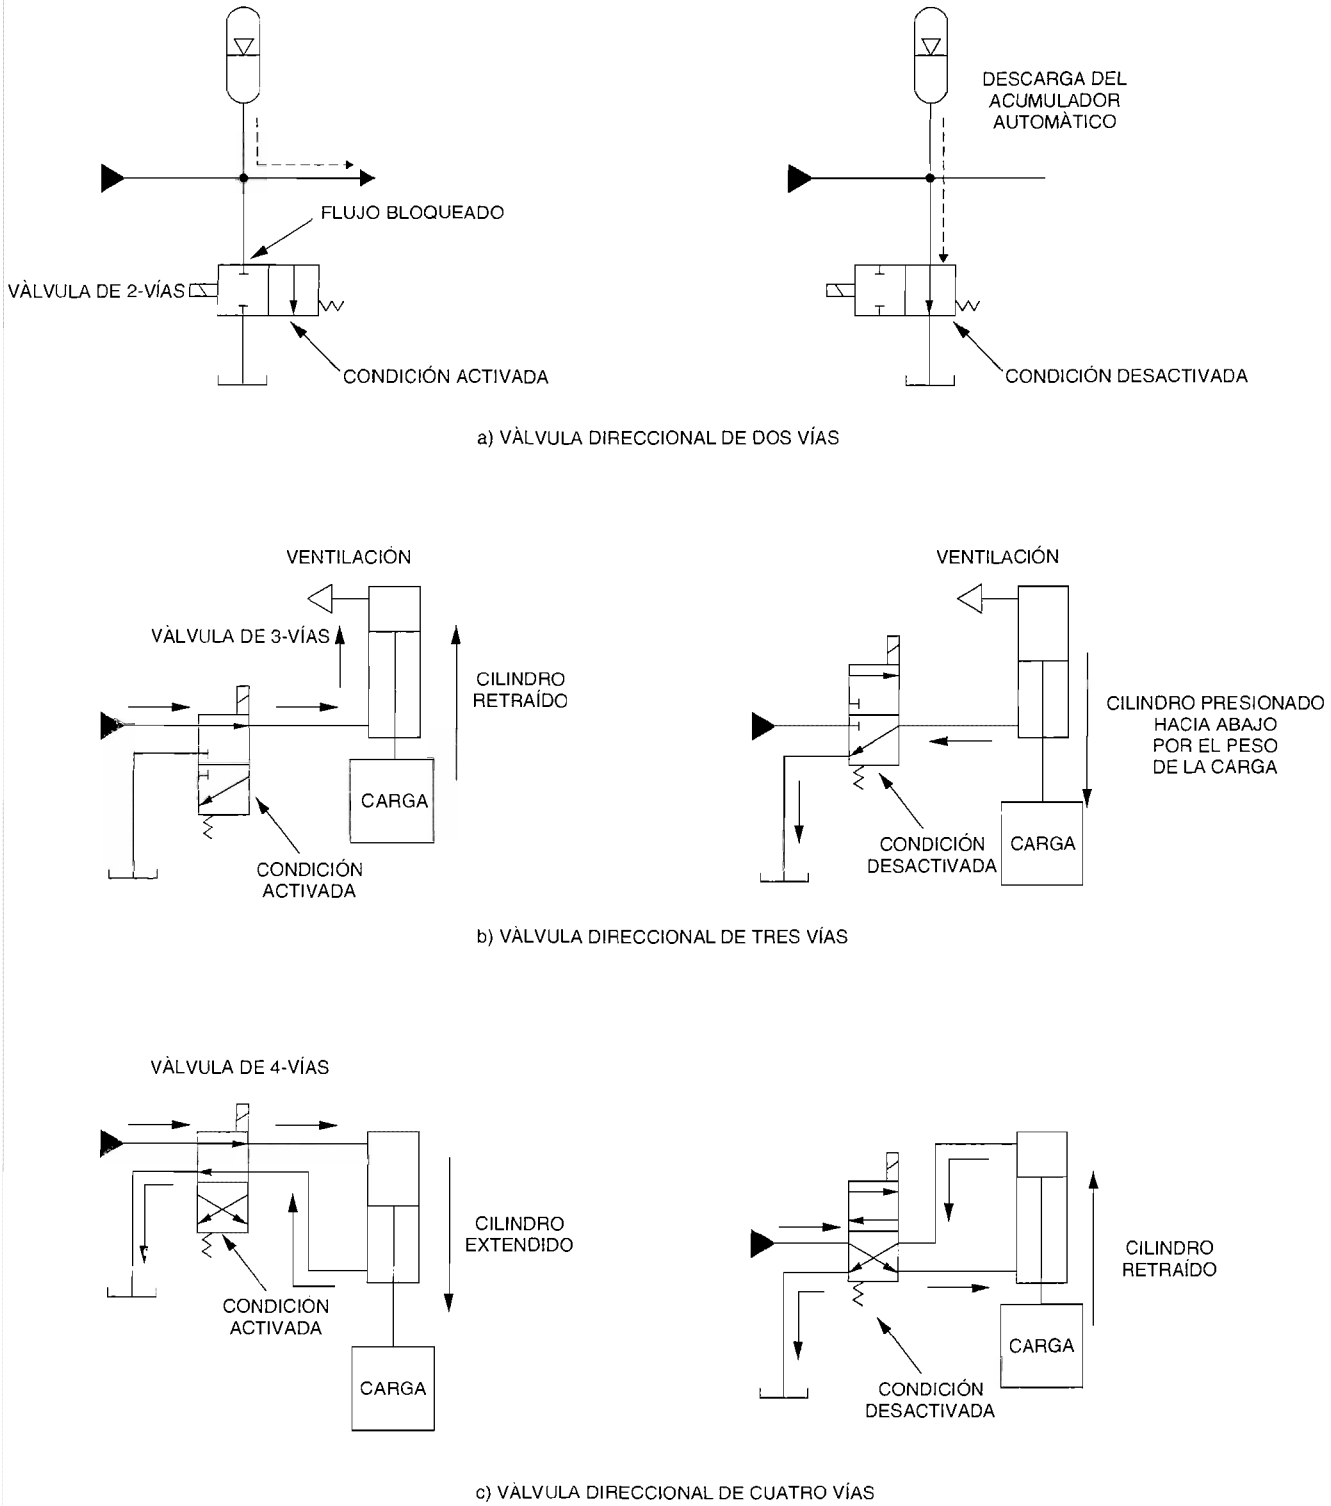

Figura 3-2. Tipos de válvulas direccionales.
La dirección de movimiento de un cilindro es controlada utilizando una válvula direccional. Una válvula direccional es una válvula que detiene, desvía o invierte el flujo de aceite. Las válvulas direccionales son encontradas de tipo dos vías, tres vías y cuatro vías, como lo muestra la Figura 3-2. Es importante observar que la terminología “dos vías, tres vías, etc”, realmente no describe el número de vías o trayectorias de flujo, proporcionadas por la válvula. Esto último se refiere al número de conexiones de orificio de la válvula. Una válvula de cuatro vías, por ejemplo, tiene cuatro orificios de conexión.
- Las **válvulas direccionales de dos vías** permiten o bloquean el flujo a través de una línea. Funcionan como dispositivos de “activación” o “desactivación” para aislar varias partes del sistema, como se muestra en la Figura 3-2 (a).
- Las **válvulas direccionales de tres vías** proporcionan control direccional exacto. Constan de un orificio para bomba, orificio para tanque y orificio para cilindro. Son usadas para alimentar cilindros que operan en una dirección (cilindros de acción simple), ya sea en carrera de extensión o retracción, como se muestra en la Figura 3-2 (b). Los cilindros de acción simple retornan por medio de fuerzas no hidráulicas.
- Las **válvulas direccionales de cuatro vías** constan de un orificio para bomba, orificio para tanque y dos orificios para cilindro. Son utilizadas para extender y retraer alternadamente los cilindros que operan en dos direcciones (cilindros de doble acción), como lo muestra la Figura 3-2 (c). Este es el tipo de válvula direccional que ha utilizado para extender y retraer cilindros en la mayoría de los ejercicios desde el Ejercicio 1-1.
Cuando lea los diagramas hidráulicos, es importante saber que todas las conexiones de una válvula direccional están hechas de un bloque de la válvula, las cuales muestran el flujo de aceite cuando la válvula está desactivada o en reposo. En las válvulas direccionales de tres posiciones con centrado por resorte, que son el tipo de válvula proporcionada con el equipo didáctico en hidráulica, las conexiones son realizadas al bloque central, el cual es el bloque que muestra el flujo de aceite cuando la válvula está inactiva. En las válvulas direccionales de dos posiciones con retorno por resorte, las cuales son el tipo de válvula utilizada en los circuitos de la Figura 3-2, las conexiones del circuito son realizadas al bloque lo más cerca del resorte, el cual es el bloque que muestra el flujo de aceite cuando el solenoide de la válvula es desenergizado.